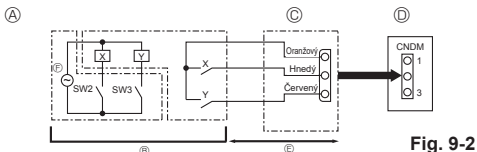

Fig. 9-2
9.2. Fungovanie na požiadanie (úprava na mieste inštalácie) (Fig. 9-2)